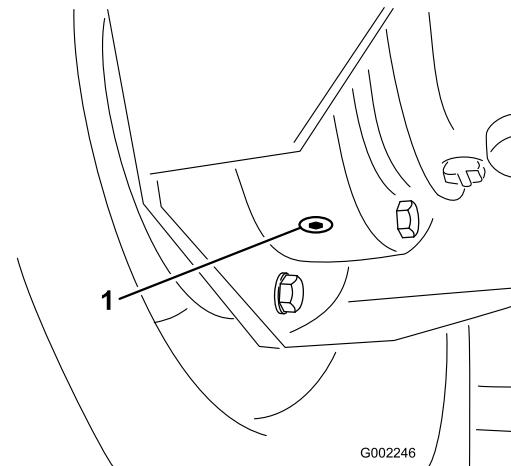

Figura 49
- Coloque un recipiente debajo del tapón de vaciado interior y retire el tapón (Figura 49).